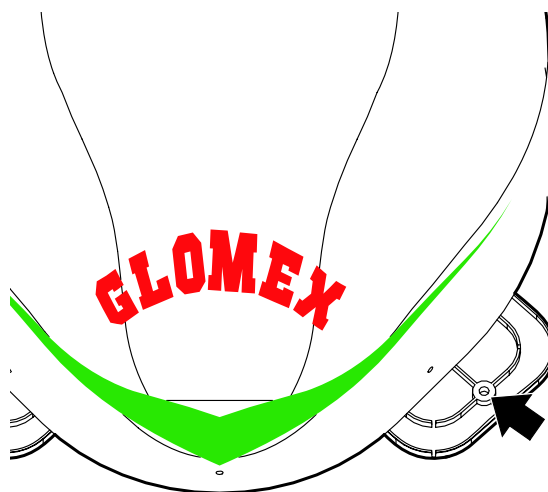

Fig. 9
6. OPÉRATION OPTIONNELLE : percer les plaques avec une mèche de perceuse de 8 mm et fixer l'antenne au toit avec les vis passantes appropriées (**Fig. 9**).